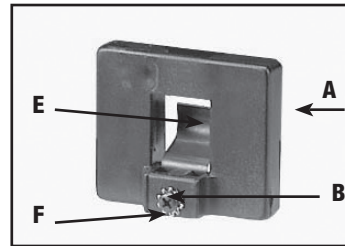
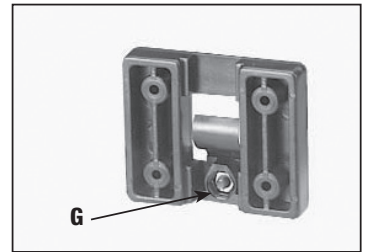

Fig. 19
Fig. 20
1. Ajuste la pinza de resorte (E), Fig. 19, al sujetador de la guía de inglete (A) con un tornillo de cabeza redondeada M4 x 0,7 x 10 mm (F), una arandela de bloqueo de diente externo de 4,75 mm [3/16"] (B) y una tuerca hexagonal M4 x 0,7.
NOTA: La tuerca hexagonal (G), Fig. 20, encajará en la cavidad en la parte posterior del sujetador de la guía de inglete (A), Fig. 19, para mantener la pinza de resorte (E) fija al sujetador de la guía de inglete.